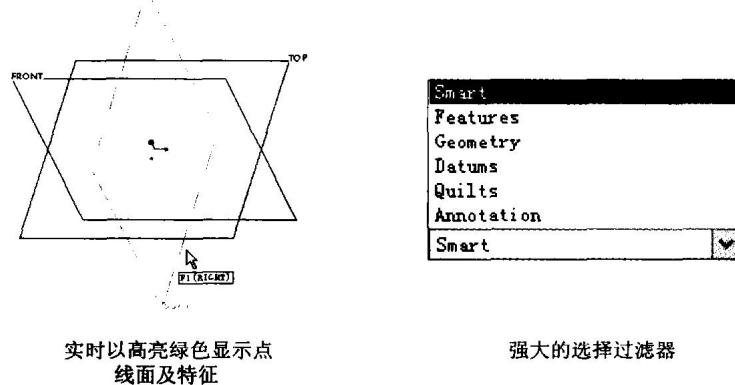

图 1-4
4. 改进的选择功能，还配有强大的过滤器，选择对象极其准确和方便，如图 1-4 所示。